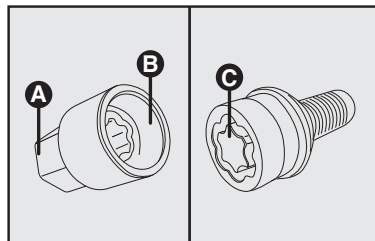

fig. 12
- Encaixar a extremidade **B-fig. 12** da chave soquete **fig. 12** no encaixe **C-fig. 12** do parafuso especial de retenção da roda. Na extremidade **A-fig. 12** deve ser encaixada a chave de roda fornecida com o veículo;